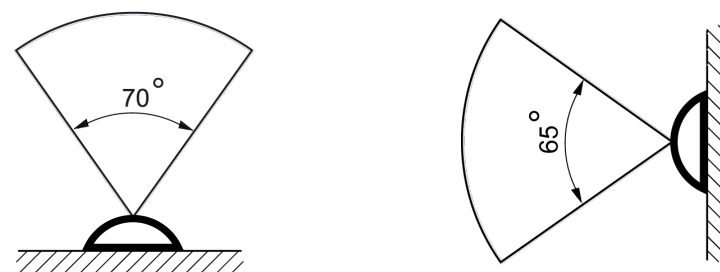

Рисунок 38. Зоны чтения метки
- правильно сориентировать антенны каждого из каналов. Антенны имеют достаточно выраженную диаграмму направленности, то есть при разном взаимном расположении метки и антенны дальность считывания существенно меняется. Максимальная дальность достигается при расположении метки по оси передней плоскости антенны, минимальная – при расположении метки параллельно плоскости антенны или сзади нее (рисунок 38);